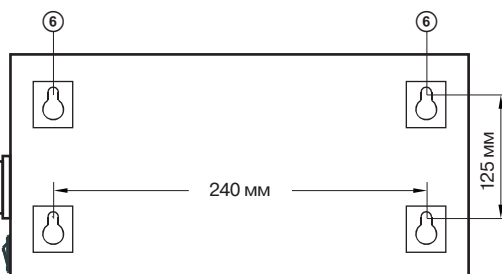

Рис. 2. Задняя стенка
- Далее произведите монтаж крепежных элементов (приобретаются отдельно) в стене, исходя из расположения кронштейнов ⑥ на задней стенке стабилизатора (рис. 2).